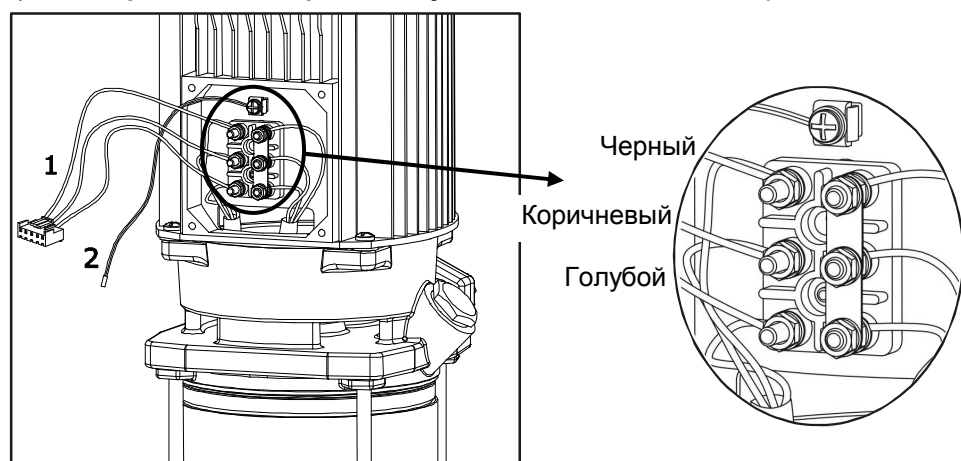

Рисунок 2
3.2.2) Преобразователь частоты Speedrive с трехфазным входом (рисунок 2):